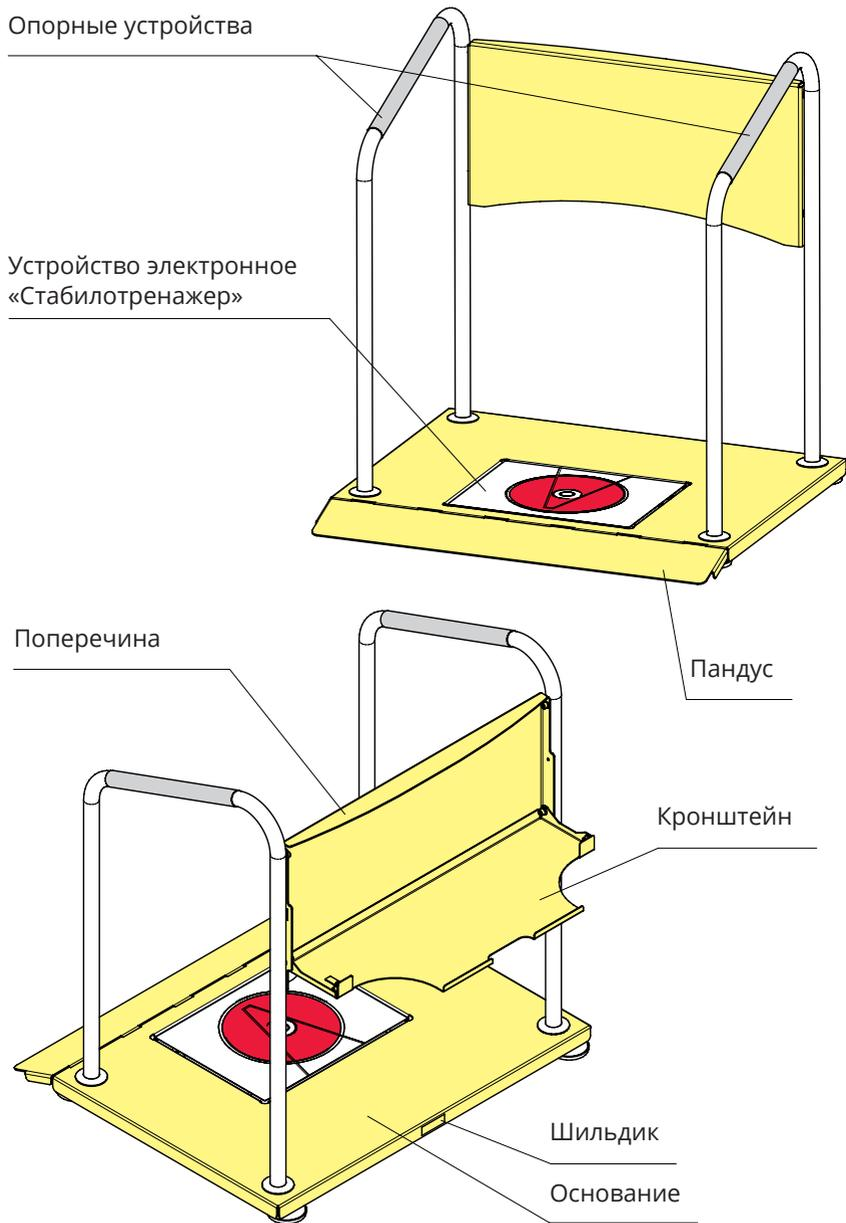

Рисунок 1 - Опора страховочная «Стапель». Состав
1.3.1 Изделие состоит из следующих основных узлов (Рисунок 1):